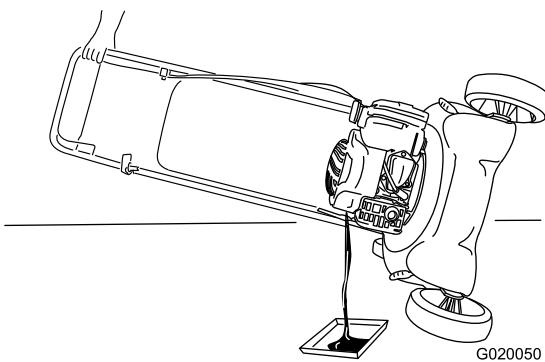

Figure 16
- Inclinez la machine sur le côté, jauge en bas, puis retirez la jauge pour vidanger l'huile usagée par le goulot de remplissage (Figure 16).